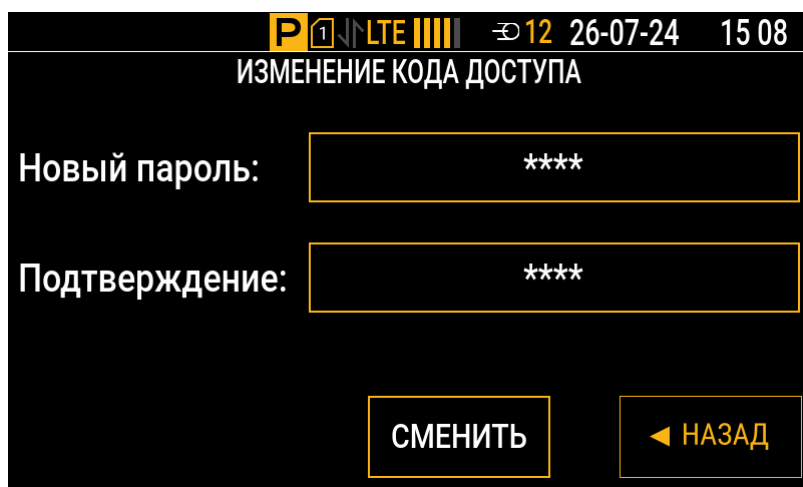

Рис.12. Меню для изменения кода доступа
1. Перейдите в Меню | Настройки | Изменить код доступа (**Рис.12**).